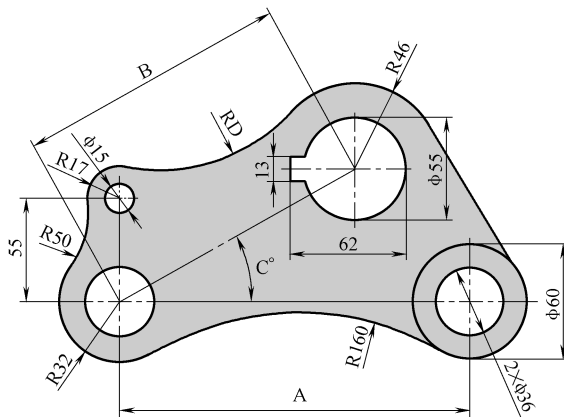

图 A-12 练习题 12
12. 参照图 A-12 绘制图形，注意图中的相切、水平、竖直等几何关系。请问图形中深色区域的面积是多少？